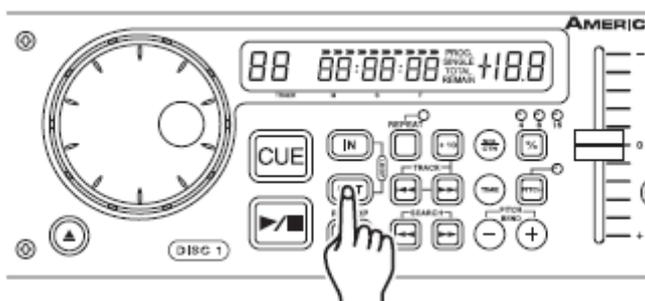

Figura 18
3) Pulse el BOTÓN OUT (11) para fijar el punto final de su Bucle (Figura 18). Los LEDs de LOOP IN Y OUT permanecerán encendidos indicando que se está ejecutando un Bucle. Pulse el Botón Out de nuevo para cancelar el Bucle.
4) Pulse el BOTÓN RELOOP(16) para reactivar el bucle. Pulse el BOTÓN OUT(11) para desactivar el bucle.
5) Pulse el BOTÓN OUT (11) de nuevo cuando quiera alcanzar el nuevo punto final (Figura 18).
- **PARA UN BUCLE MAS CORTO:** Pulse el BOTÓN OUT (11) en un punto anterior de la pista (Figura 18).
- **PARA UN BUCLE MAS LARGO:** Pulse el BOTÓN OUT (11) en un punto posterior de la pista (Figura 18).